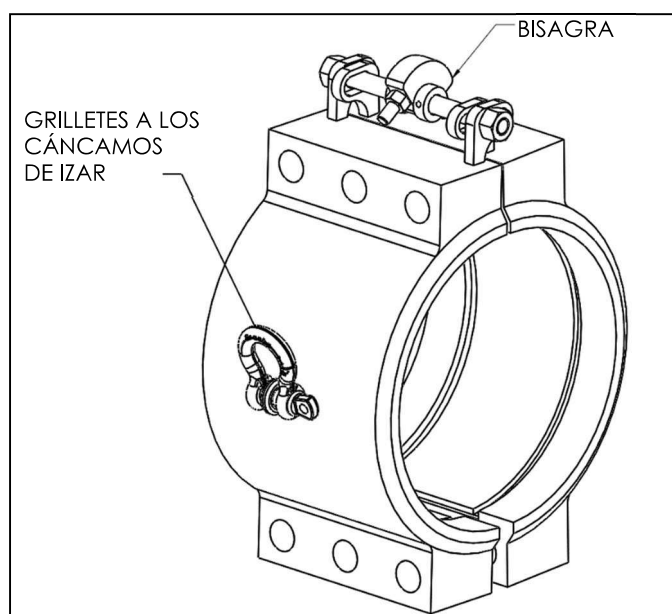
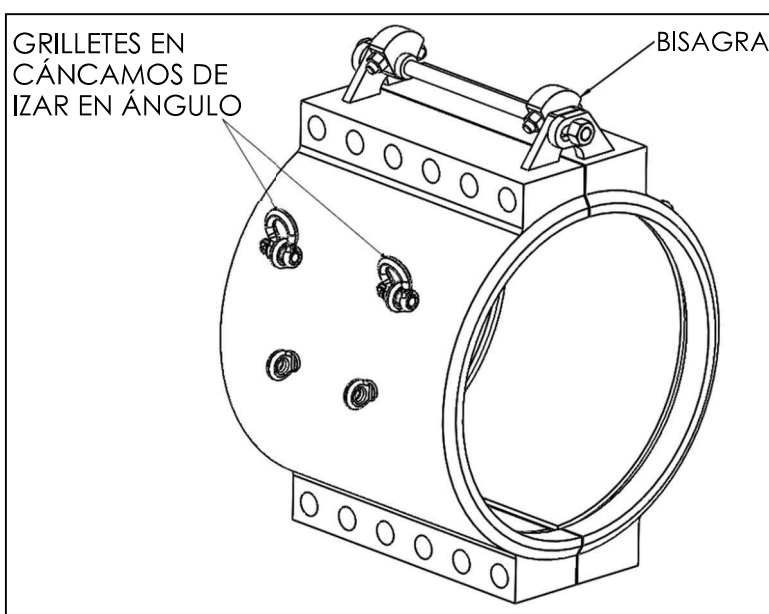

Figura 9
Figura 10
2. Fije los grilletes a los cáncamos de izar. Los accesorios más pequeños generalmente solo tienen cáncamos de izar en el centro de la carcasa, como se muestra en la Figura 9. Los accesorios de mayor diámetro tienen cáncamos de izar adicionales a un ángulo, como se muestra en la Figura 10. Para los accesorios de mayor diámetro, los cáncamos de izar en ángulo se deben usar durante la instalación con bisagras.